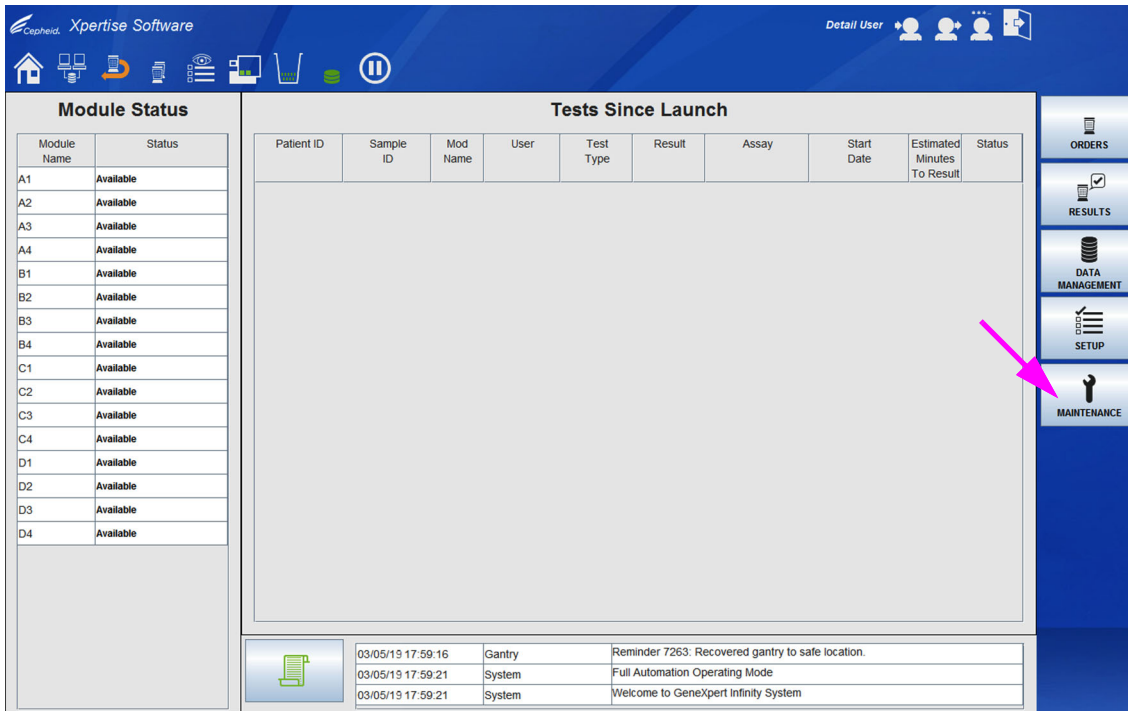
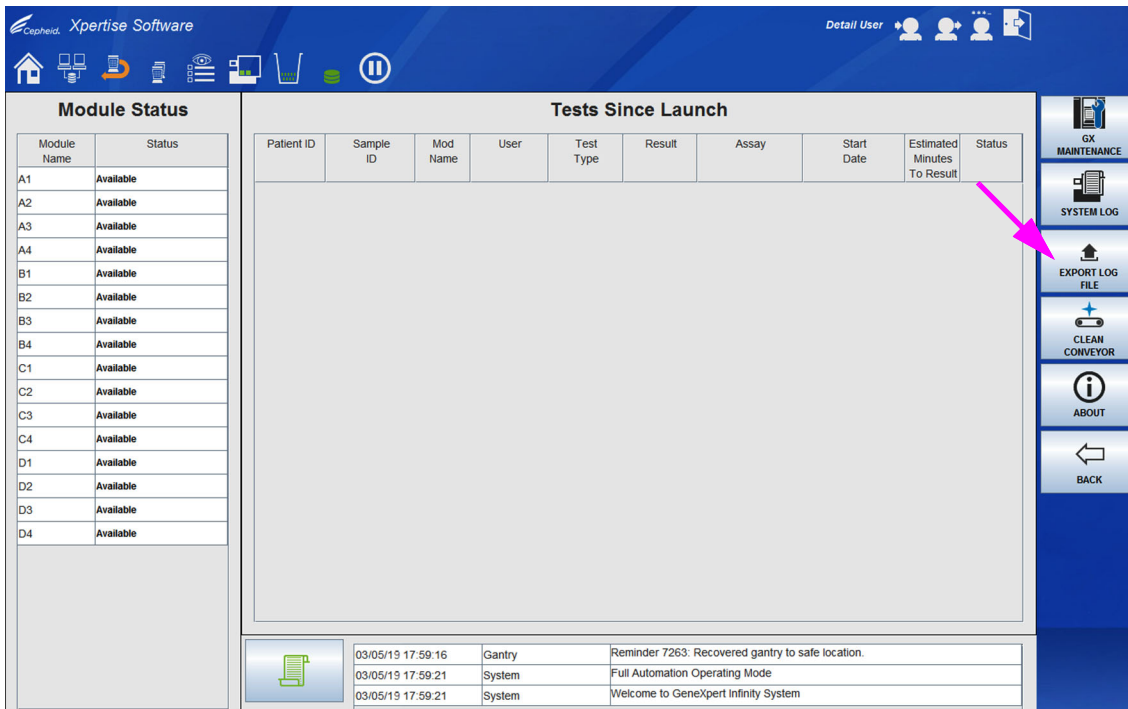
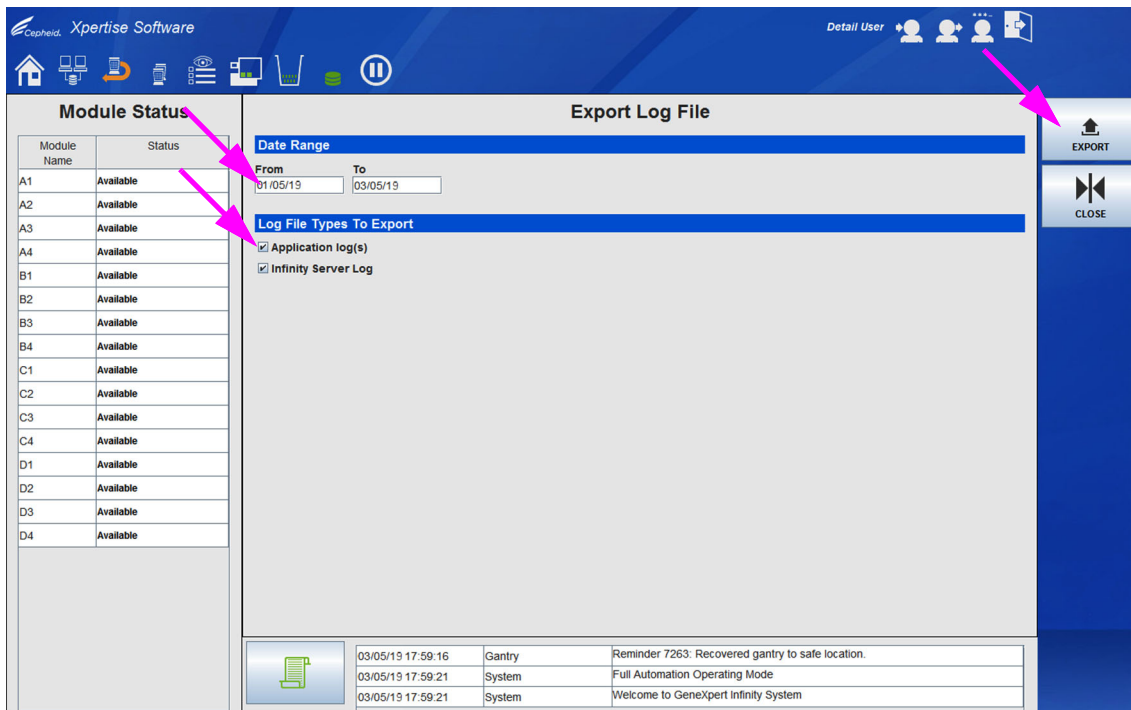
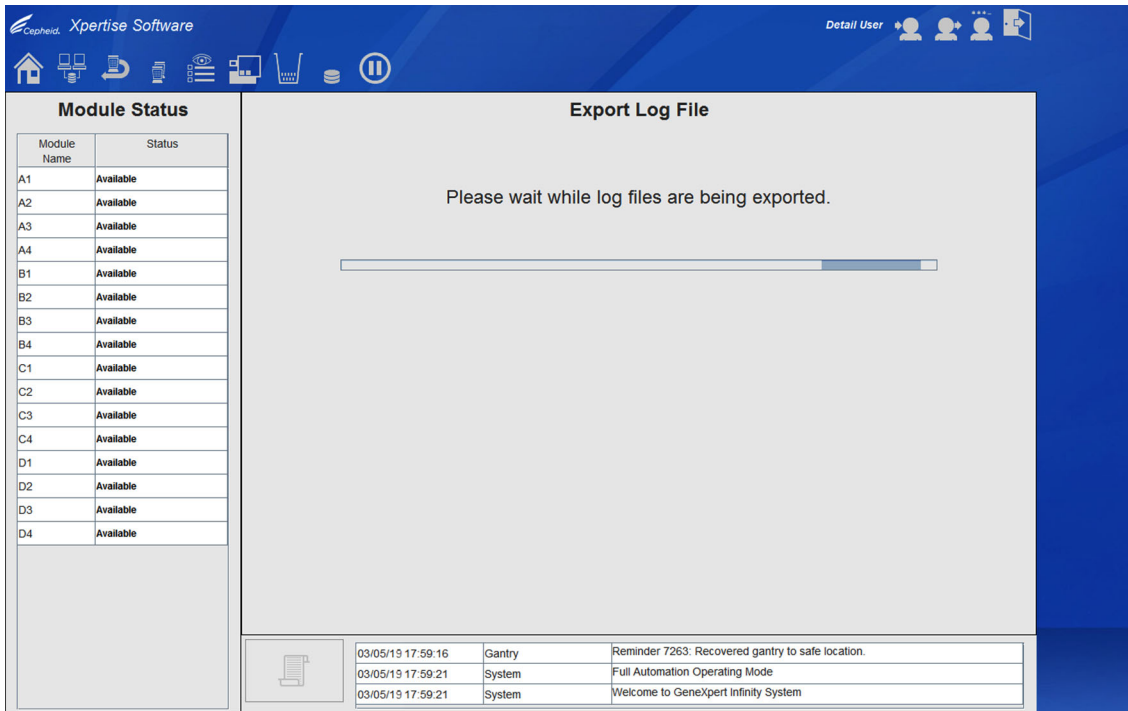

Figura 9-75. Área de trabalho inicial do software Xpertise
Figura 9-76. Menu Maintenance (Manutenção)
Figura 9-77. Área de trabalho Export Log File (Exportar ficheiro de registo)
Figura 9-78. Área de trabalho Export Log File (Exportar ficheiro de registo) – Barra de progresso
1. Na área de trabalho inicial do software Xpertise, seleccione o botão **MAINTENANCE (MANUTENÇÃO)** (ver Figura 9-75). É apresentado o menu Maintenance (Manutenção). Ver Figura 9-76.
2. Seleccione o botão **EXPORT LOG FILE (EXPORTAR FICHEIRO DE REGISTO)** (ver Figura 9-76). Surge a área de trabalho Export Log File (Exportar ficheiro de registo). Ver Figura 9-77.
- Introduza as datas **From (Desde)** e **To (Até)** no intervalo de datas da área de trabalho Export Log File (Exportar ficheiro de registo) como mostrado na Figura 9-77.
- Selecione o botão **EXPORT (EXPORTAR)** (ver Figura 9-77). Um ecrã Export Log File (Exportar ficheiro de registo), apresentando uma barra de progresso, indica o progresso da exportação dos ficheiros de registo. Ver Figura 9-78.